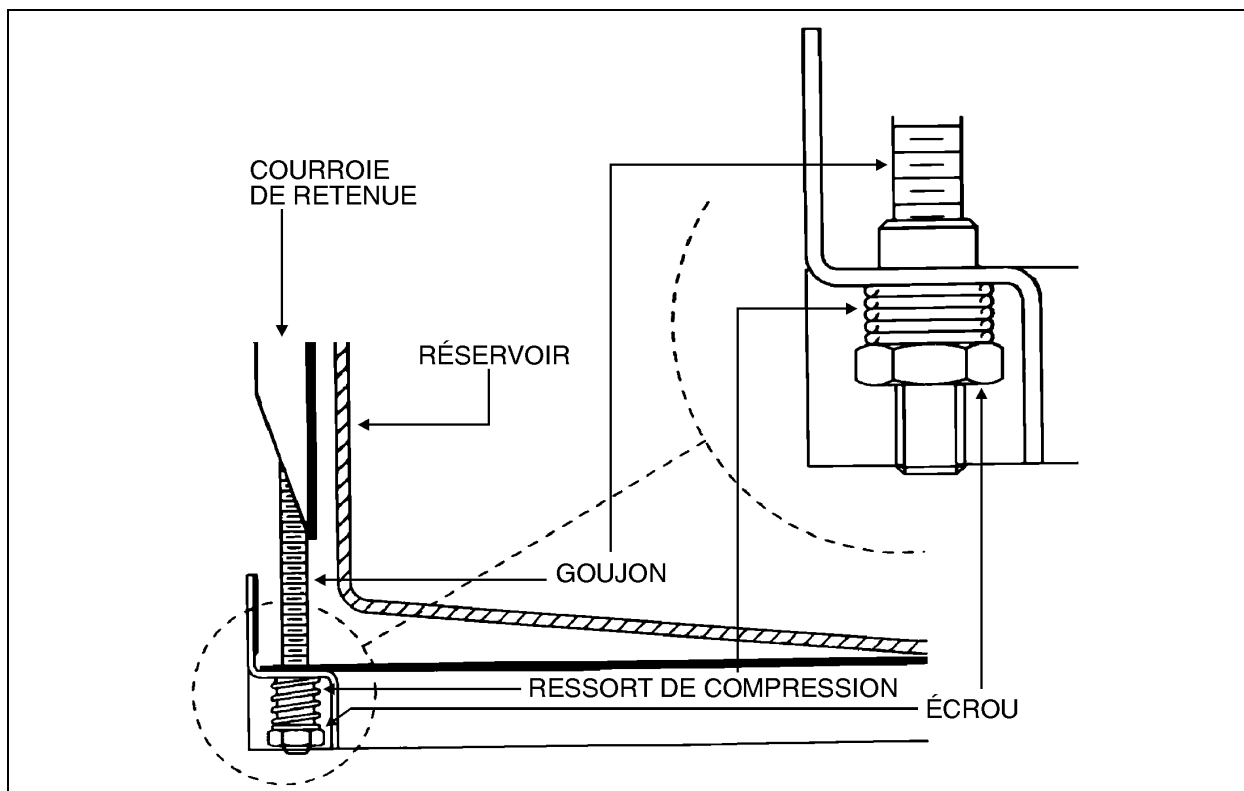

FIGURE 1: ÉCROUS DES COURROIES DE RETENUE DU RÉSERVOIR
1. Sous le véhicule, localiser le réservoir de carburant et les 4 écrous retenant les 2 courroies de retenue du réservoir (Fig. 1).